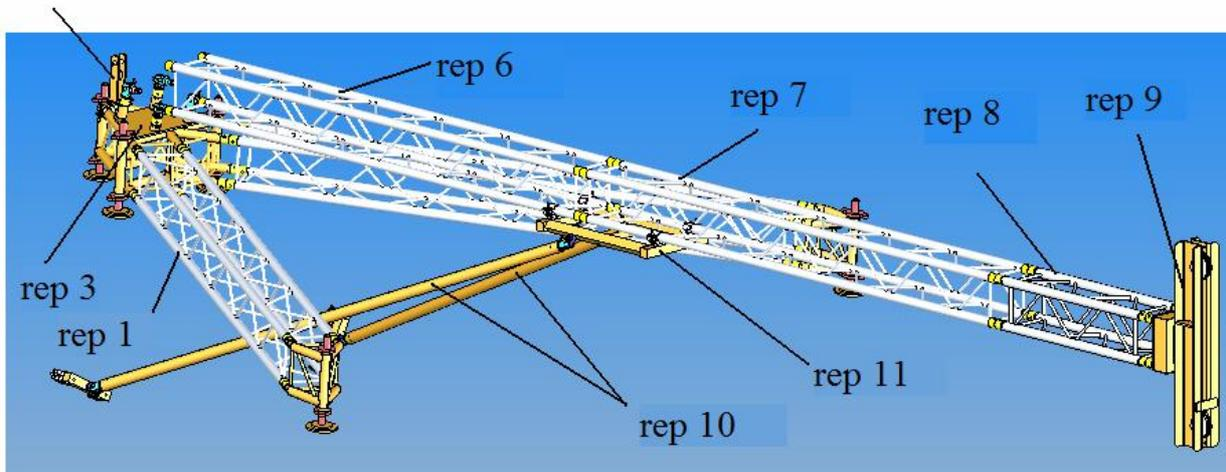

fig.15
- Assemblage du palan : Placer la platine du palan (rep 19) à l'arrière de l'embase (rep 3) (fig.15).